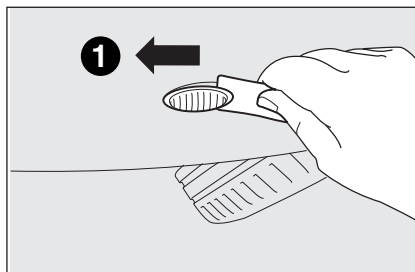

fig. 16a
- ☐ Indvirk på glasset fra forsiden mod bagsiden (**1-fig. 16a**).